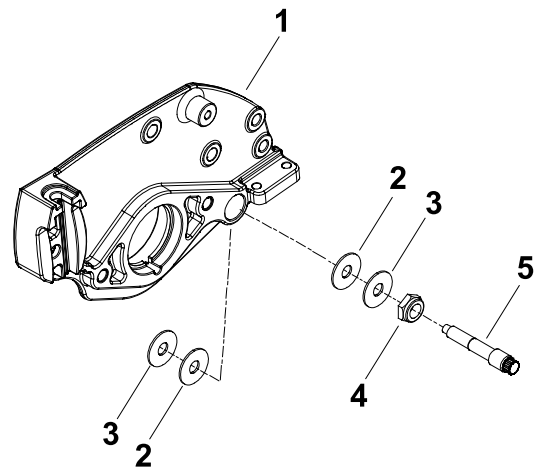

Figura 13
7. Fate scorrere una rondella metallica e poi una rondella in plastica su ciascun bullone orientabile della barra di appoggio (Figura 13).
8. Posizionate una rondella metallica e una rondella in plastica tra la barra di appoggio e la piastra laterale di ciascun apparato di taglio (Figura 13).
9. Montaggio dei gruppi dei bulloni orientabili della barra di appoggio (Figura 13).